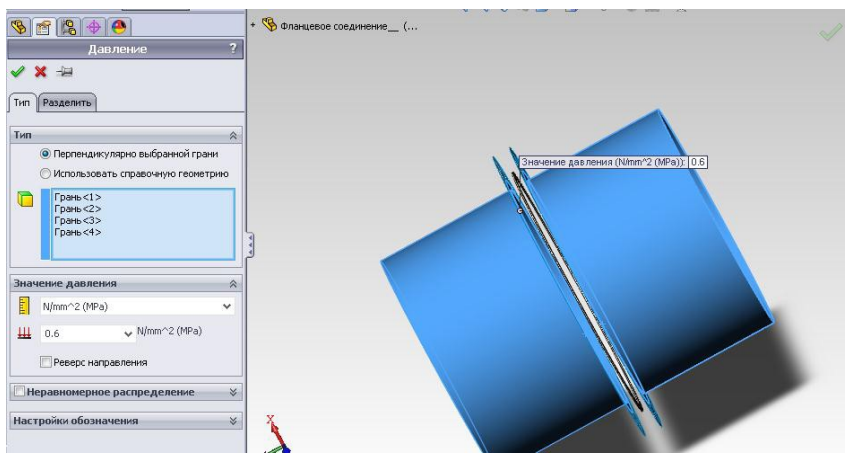

Рис. 7.3. Статические граничные условия
5. На сварную деталь действует давление. Чтобы его приложить, необходимо выбрать команду «Консультант по внешним нагрузкам». Из выплывающего списка выбрать *Давление*. В появившемся окне задать значение давления и грани, на которые оно действует (рис. 7.3).